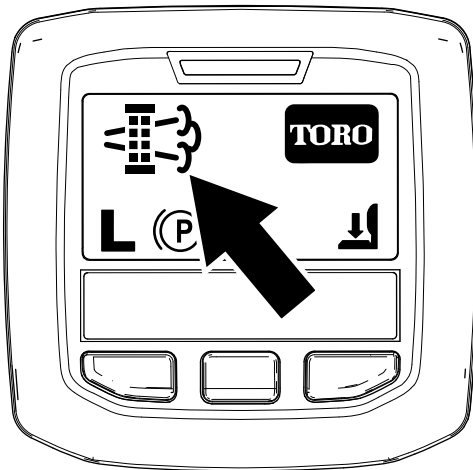

Figura 34
- Quando il computer del motore richiede una rigenerazione parcheggiata o una rigenerazione di recupero, nell'InfoCenter viene visualizzata l'icona della richiesta di rigenerazione (Figura 34).